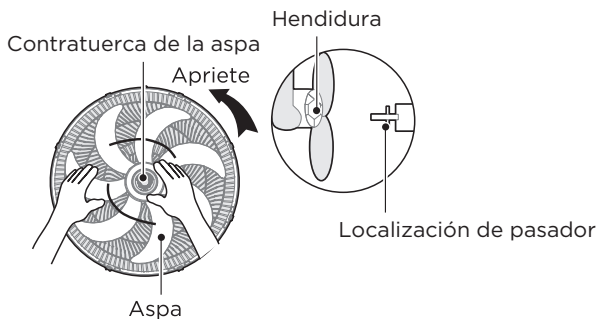

Fig 2
2. Inserte la aspa en el eje y asegúrese de que el pasador del eje del rotor encaja en la ranura de la aspa. Gire el rotor en sentido antihorario para apretar la aspa. (Fig. 2)